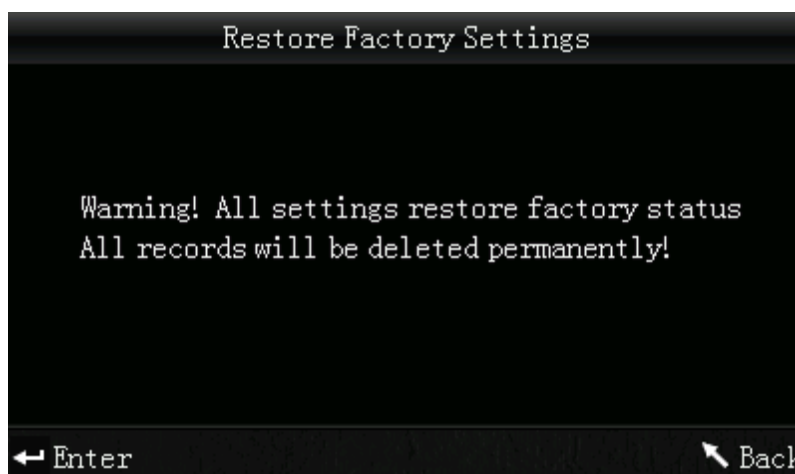

Abbildung 62: Auf Werkseinstellungen zurücksetzen
- i) Wählen Sie „Settings“ – „Restore Factory Set“ um die Oberfläche nach Abbildung 62 zu öffnen. Mit „Enter“ setzen Sie das Messgerät auf die Werkseinstellungen zurück.